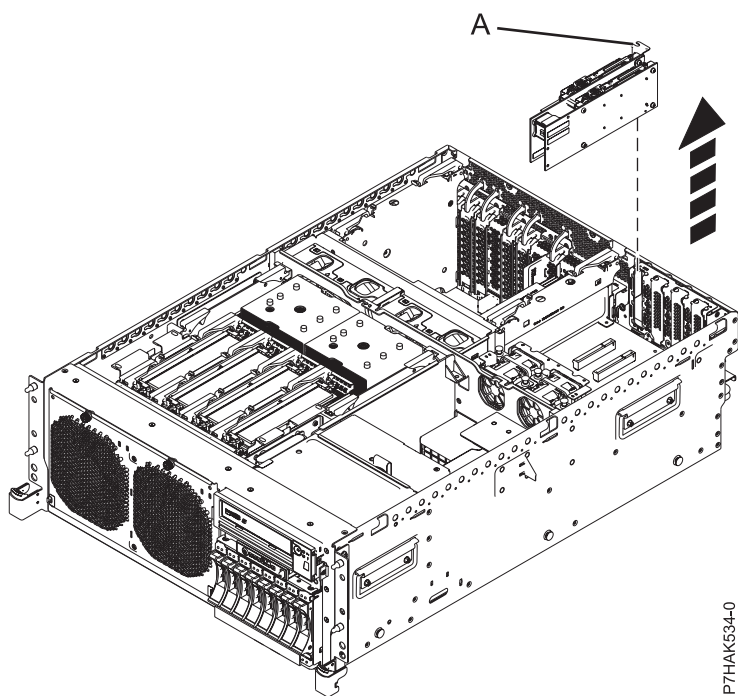
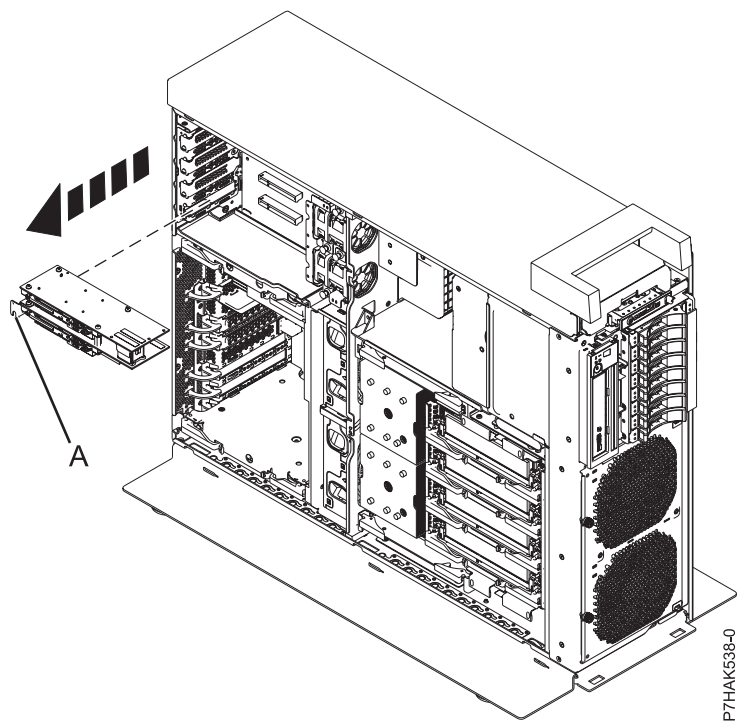

Abbildung 24. Ausbau eines PCIe-RAID- und SSD-SAS-Adapters aus einer Erweiterungsriserkarte bei einem Einschubsystem
Abbildung 25. Ausbau eines PCIe-RAID- und SSD-SAS-Adapters aus einer Erweiterungsriserkarte in einem Standalone-System
13. Wenn Ihr System über eine Erweiterungsriserkarte verfügt, können Sie den flachen PCIe-Adapter am Haltesteg (A) aus dem Steckplatz ziehen, wie hier Abb. 24 auf Seite 32 und hier Abb. 25 auf Seite 32 gezeigt.